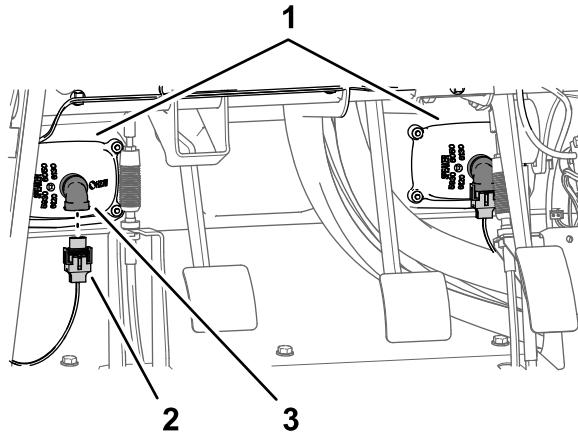

图217
3. 从左、右大灯的 2 针接头连接机器线束的 2 个电气接头 2 插槽 图217。
1. 将内挡泥板罩与左上和左下机架管对齐 图217。